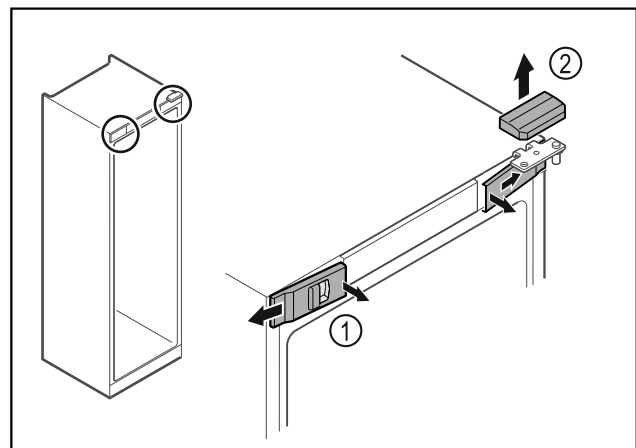

Fig. 7\*
- ▶ Lossa skydden fram Fig. 7 (1) på insidan och ta av dem åt sidan.\*
- ▶ Ta av det övre skyddet Fig. 7 (2) uppåt.\*